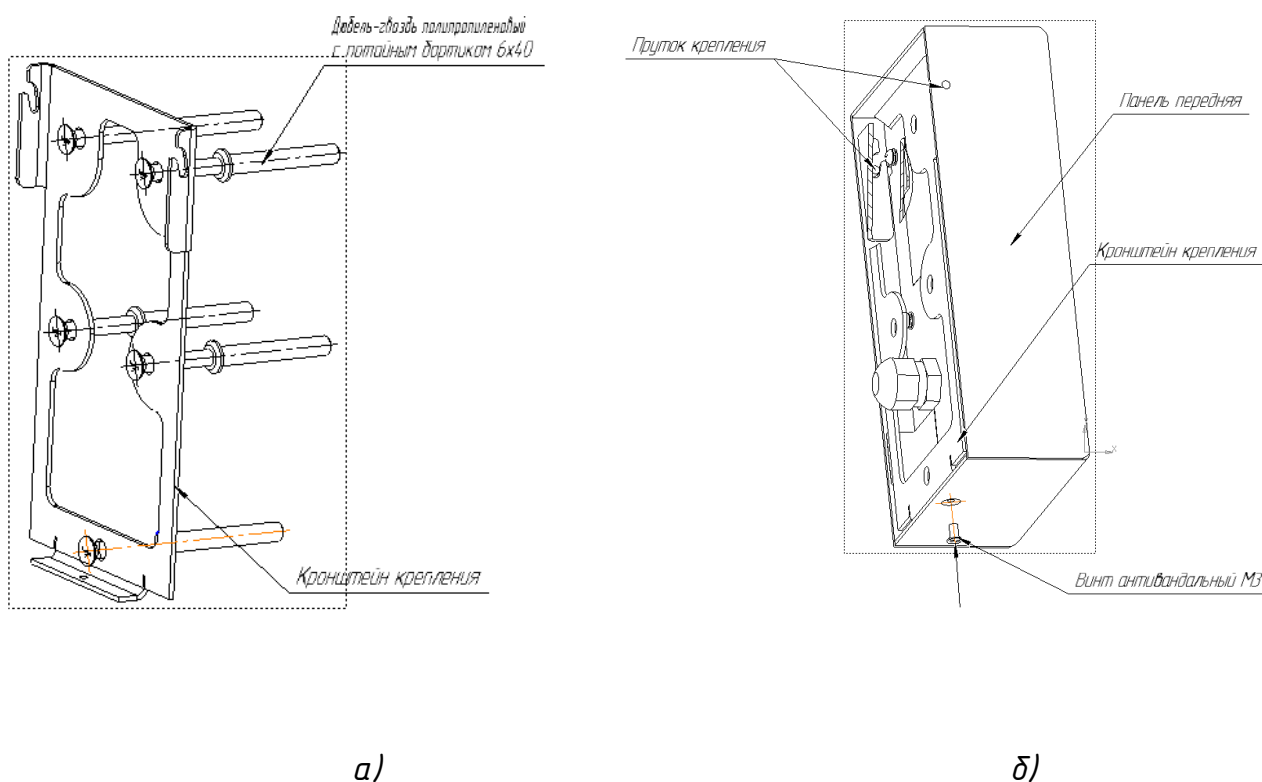

Рисунок 4
- осуществить монтаж кронштейна крепления на стену (рисунок 4 а));
- закрутить антивандальный винт до упора, обеспечив тем самым надежную фиксацию изделия на кронштейне крепления (рисунок 4 б)).